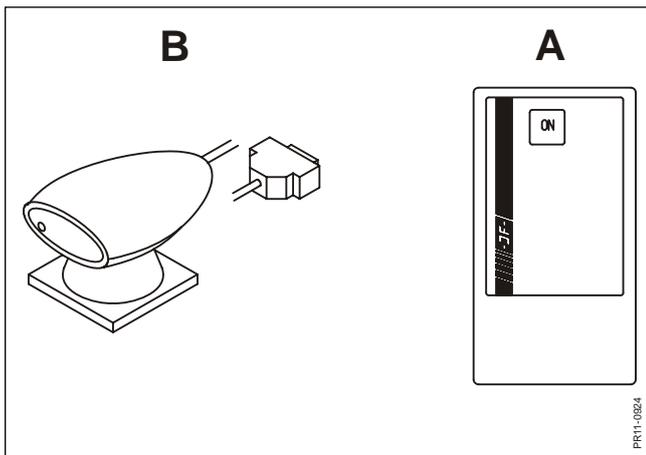

Fig. 7.6
Fig. 7.6 Dieser Menüpunkt macht es möglich Daten an PROFEED zu senden oder Daten von PROFEED zu empfangen. Die Voraussetzung ist, daß man ein infrarotes Handterminal (A) und einen Empfänger/Sender (B) hat, die an dem PC gekuppelt werden. Die Ausrüstung macht eine Überführung von nicht existenten Futtermitteln zu dem PROFEED-System möglich. Betreffs Bestellnummern: sehen Sie den Ersatzteilkatalog.